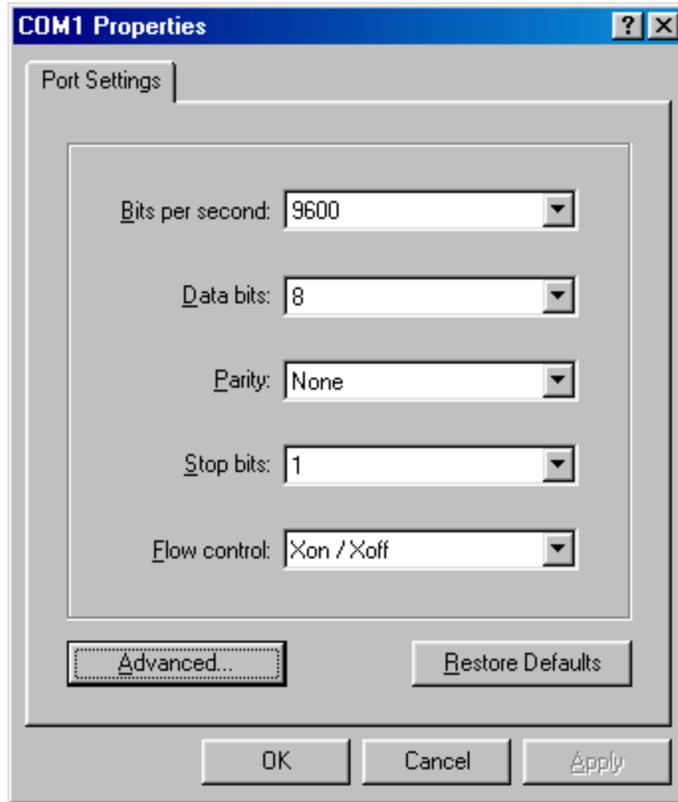

图 10 “COM1 Properties” 对话框
- v. 正确选择图 10 中所示的参数，然后单击 “OK”。